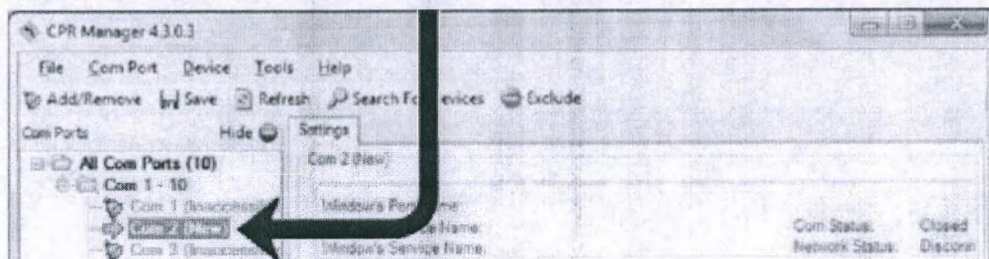

рис. 81
5. Новые COM-порты в программе «CPR Manager» особым образом выделяются в общем списке обнаруженных COM-портов. При нажатии на соответствующий COM-порт отображаются настройки данного виртуального COM-порта. См.рис. 81.